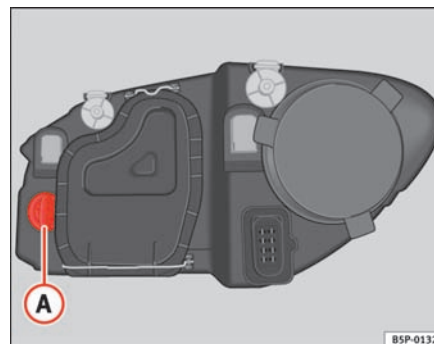

Fig. 156 Blinklyspære
- Drej fatningen ⇒ fig. 156 Ⓐ mod venstre, og træk i den.